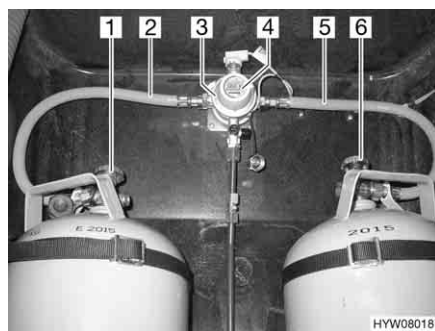
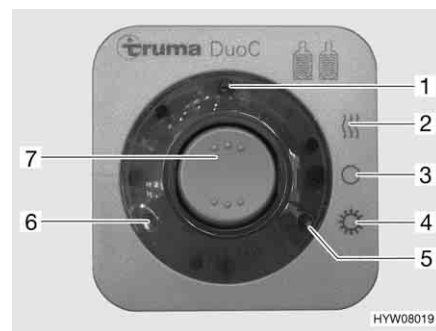

Fig. 60 Impianto di commutazione DuoControl
Fig. 61 Centralina di controllo
L'impianto di commutazione DuoControl è costituito da una valvola di commutazione (Fig. 60,3) e da una centralina di controllo (Fig. 61). La valvola di commutazione è installata tra i tubi del gas (Fig. 60,2 e 5). Con la manopola (Fig. 60,4) sulla valvola di commutazione è possibile stabilire, quale delle bombole del gas viene utilizzata come bombola in uso e quale bombola del gas viene utilizzata come bombola di riserva.
Sulla centralina di controllo (Fig. 61) possono venire azionate solo le funzioni elettriche. Le valvole principali di arresto delle bombole del gas (Fig. 60,1 e 6) devono essere aperti manualmente.
La valvola di commutazione garantisce una pressione del gas costante, indipendentemente da quale bombola provenga l'alimentazione del gas. Le due spie di controllo sulla centralina di controllo indicano il livello di riempimento della bombola in uso. Se è accesa la spia di controllo verde (Fig. 61,6), la bombola in uso è piena. Se è accesa la spia di controllo rossa (Fig. 61,5), la bombola in uso è vuota. Il rifornimento di gas avviene poi tramite la bombola di riserva.
- Aprire le valvole principali di arresto delle bombole del gas (Fig. 60,1 e 6).
- Con la manopola (Fig. 60,4) sulla valvola di commutazione (Fig. 60,3) selezionare la bombola del gas, da cui proviene la principale alimentazione del gas (bombola in uso).
- Sulla centralina di controllo (Fig. 61) attivare l'impianto di commutazione DuoControl.
Posizionare l'interruttore a bilico (Fig. 61,7) su funzionamento invernale "On e riscaldamento" (Fig. 61,2) oppure su funzionamento estivo "On" (Fig. 61,4). La valvola di commutazione è ora disareata. La spia di controllo gialla (Fig. 61,1) è accesa, se si seleziona la modalità di funzionamento invernale e l'impianto antighiaccio con regolatore è attivato.
- Portare l'interruttore a bilico (Fig. 61,7) in posizione "O" (Fig. 61,3). La spia gialla di controllo (Fig. 61,1) si spegne.
- Chiudere le valvole principali di arresto delle bombole del gas (Fig. 60,1 e 6).
Le spie di controllo sulla centralina di controllo (Fig. 61,5 e 6) segnalano all'interno del veicolo, se la bombola in uso è pronta al funzionamento.
Se la spia di controllo verde (Fig. 61,6) si spegne durante il funzionamento e la spia di controllo rossa (Fig. 61,5) si accende, significa che la bombola del gas selezionata come bombola in uso è vuota e deve essere sostituita. La bombola di riserva continua ad alimentare le utenze a gas.